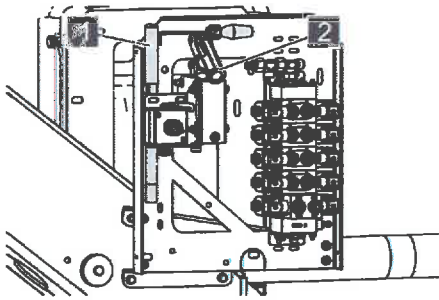

Abb. 81: Handhebel
3. Den Handhebel (Abb. 81/1) herausnehmen und in den Zapfen (Abb. 81/2) der Handpumpe ein-drehen.